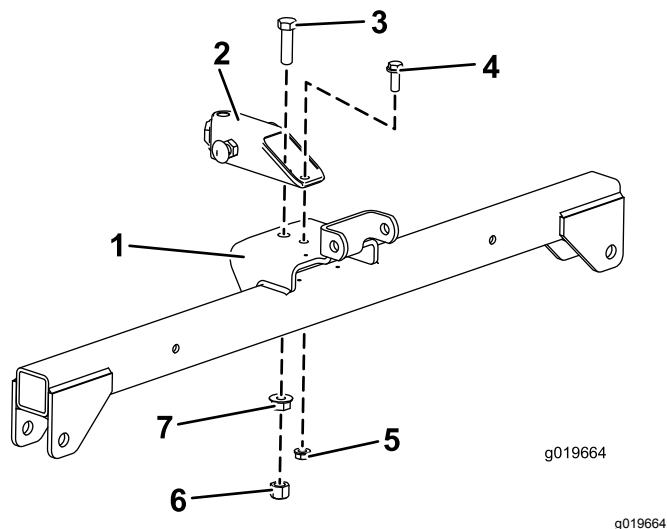

Figura 4
2. Monte o tubo do garfo, sem apertar, no furo frontal do conjunto de suporte (Figura 4) com um parafuso (1/2 x 1-3/4 pol.), porca flangeada (1/2 pol.) e uma porca hexagonal (1/2 pol.).